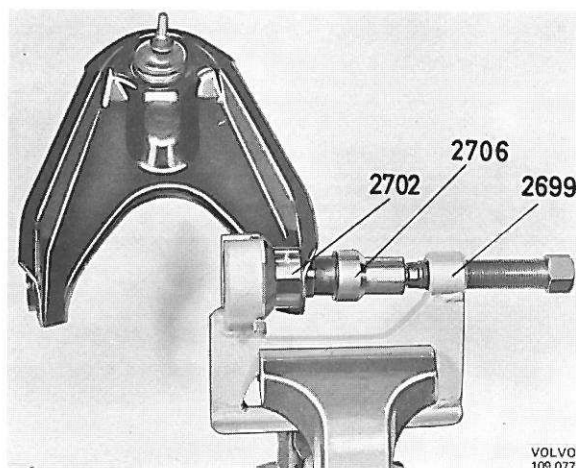

Figure 39. Montage de la première bague, triangle supérieur de commande
3. Fixer l'outil-presse 2699 dans un étau, Enfoncer l'une des bagues avec la douille 2702 et le mandrin 2706 comme indiqué sur la figure 39.